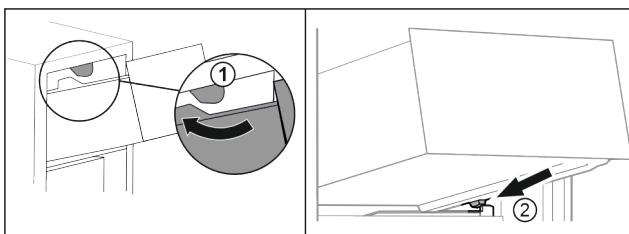

Fig. 94
- Schubfach um die oberen Stopper herumführen. Fig. 94 (1)
- Schubfach schräg hinter den unteren Stopfern auf Behälterrippe aufsetzen. Fig. 94 (2)